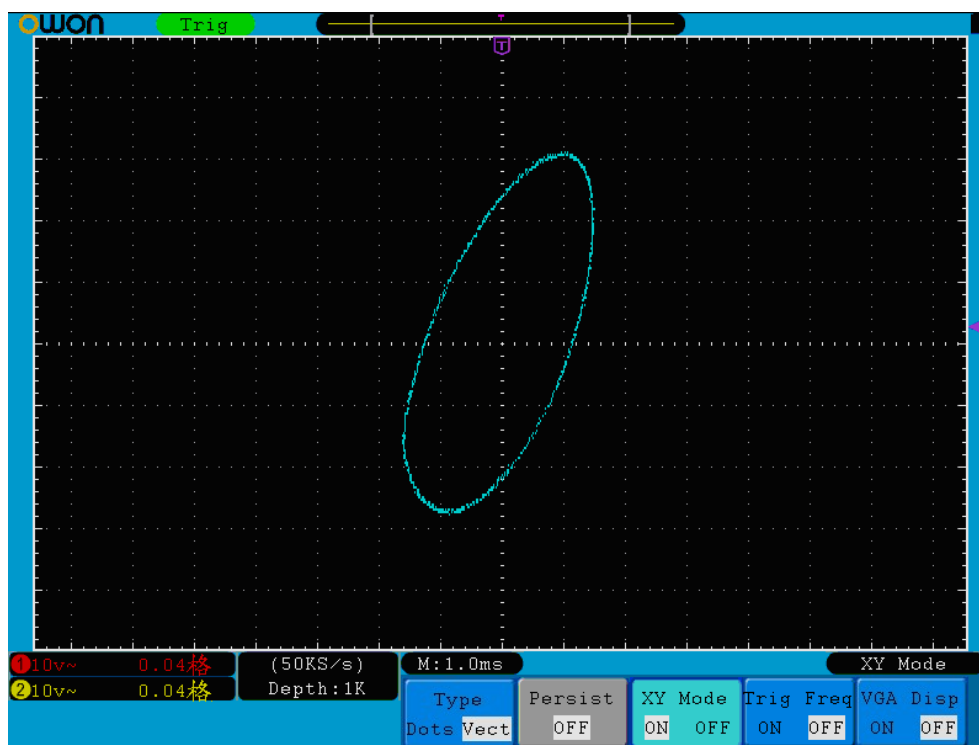

Рисунок 5-34 Вид экрана при использовании режима XY
2. Нажмите кнопку выбора меню **H3**, чтобы установить в пункте меню **XY** состояние **ON**. При этом режим отображения изменится на XY (см. рис. 5-34).